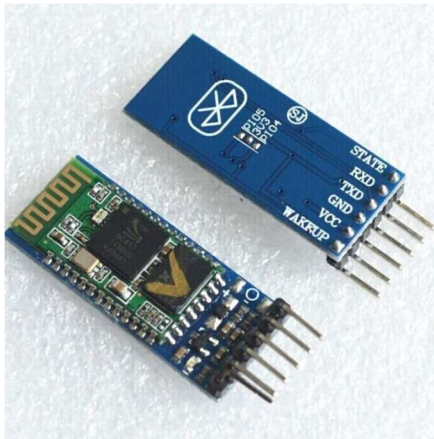

Figura 1
- 3.2. SOLO para aquellos que tengan el módulo de la figura 1, lo único que tienen que hacer es puentear los extremos que se muestran en la figura de abajo:
- 3.8.** SOLO para aquellos que tengan en módulo de la figura 1, ya pueden desoldar el puente que han hecho, anteriormente.